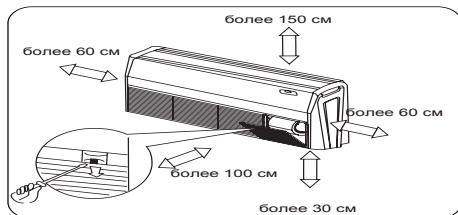

Рис.2
- (1) Место, в котором холодный воздух сможет распределяться по всей комнате.
- (2) Место, в котором можно легко спить конденсат.
- (3) Место, которое выдержит вес блока.
- (4) К фанкойлу должен быть обеспечен доступ для обслуживания и ремонта.
- (5) Место, в котором можно легко подключить водоохладительную трубку.
- (6) Место, в котором расстояние до электрических приборов, таких как телевизор и аудио-устройства будет не меньше 1 м.
- (7) Не устанавливайте фанкойл рядом с источником тепла, влаги или горючего газа.
- (8) Убедитесь, что установка соответствует монтажной схеме.
- (9) Вокруг устройства должно оставаться достаточно места для вентиляции (Рис.2).
- (10) Место для установки должно иметь расстояние до пола от 2.3 м.